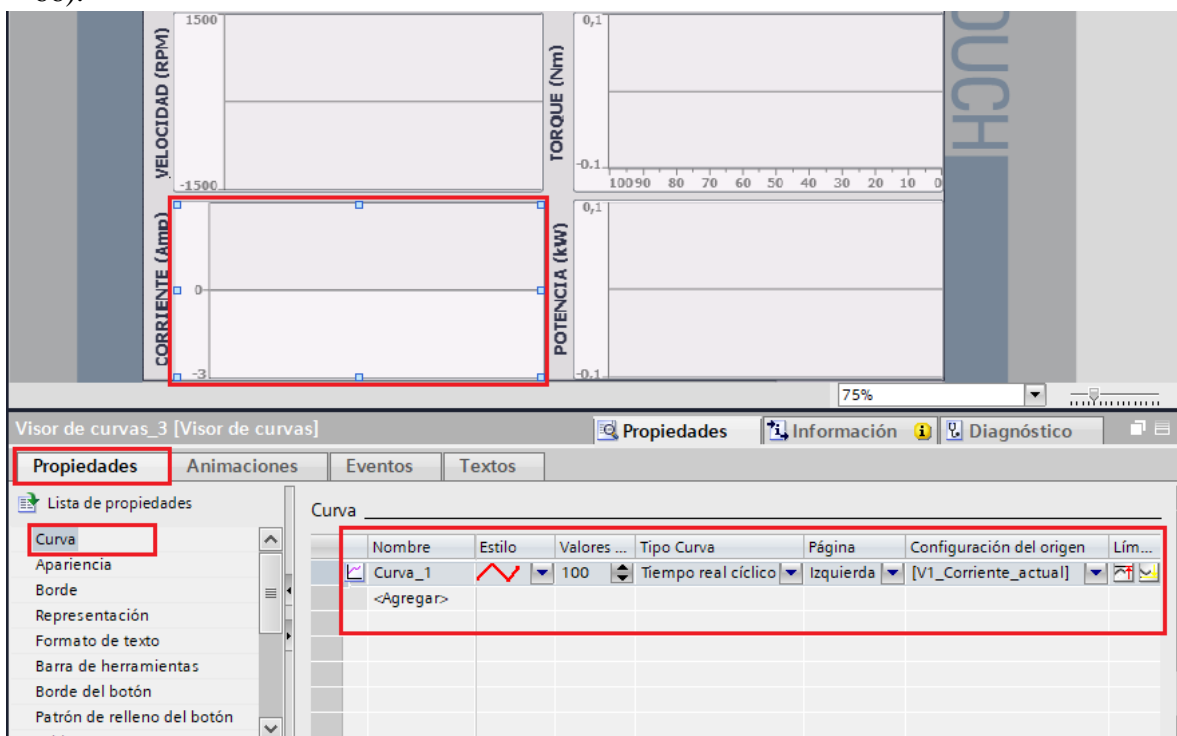

Figura 66. Configuración visor de curvas de Corriente.
- En “Configuración de origen” seleccionar la variable del PLC “V1_Corriente_Actual” (ver Figura 66).